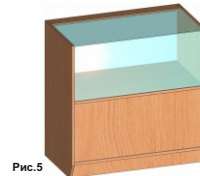

Рис.5
5) Ваш прилавок готов (см. рис.5)